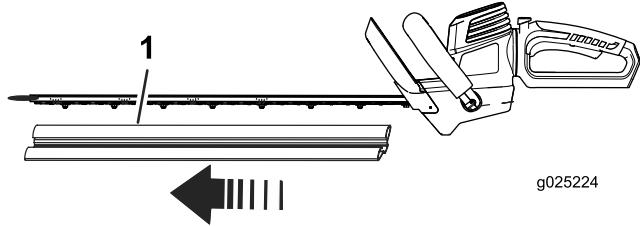

Bild 2
1. Nehmen Sie die Schutzabdeckung von den Schnittmessern ab (Bild 2).